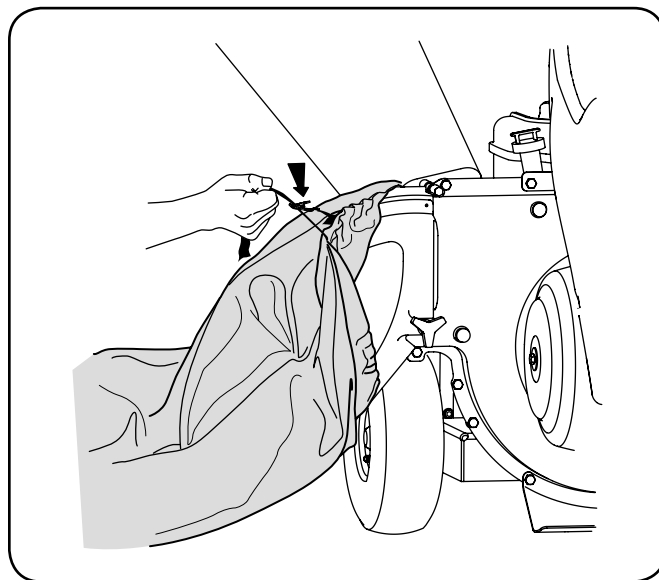

Рис. 5-3
2. Ослабьте крепление и снимите мешок с отверстия выходного дефлектора. См. рис. 5-3.